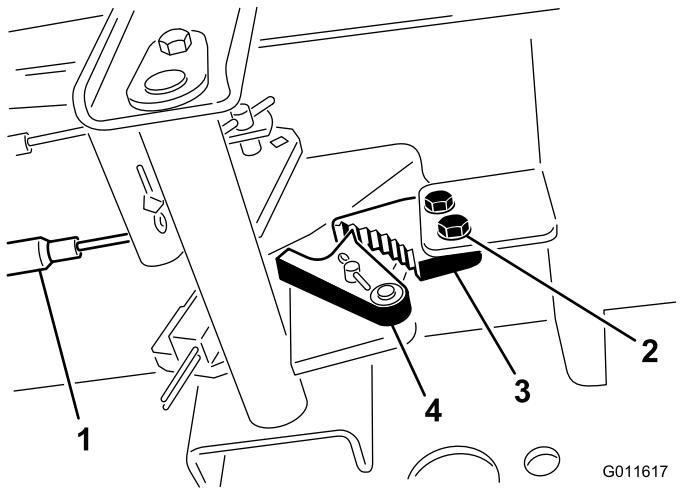

Bild 99
- Lösen Sie die zwei Schrauben, mit denen die Sperre der Feststellbremse am Rahmen befestigt ist (Bild 99).
- Drücken Sie das Pedal der Feststellbremse nach vorne, bis die Bremsenarretierung ganz an der Bremssperre greift (Bild 99).